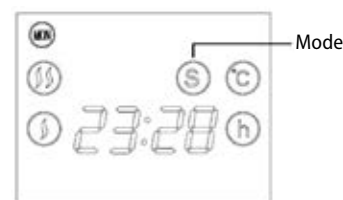

Fig. 2
2. Percez les trous sur les deux côtés sur le mur et y insérez des chevilles en plastique. Installez le support au mur à l'aide de tournevis, voir la figure 2.
Appuyer sur (SET) pour activer le mode de fonctionnement. L'écran affichera, voir la Fig. 2, (S).